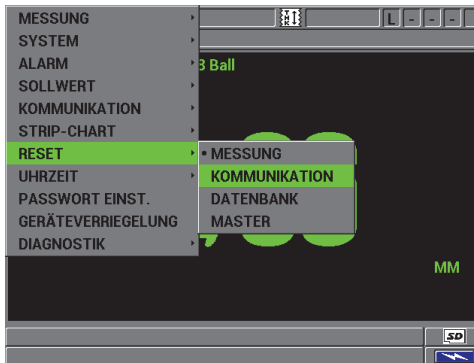

Abbildung 8-8 Menü RESET - KOMMUNIKATION
- Drücken Sie bei angezeigtem Messfenster die Taste [SET UP] und wählen Sie den Menüpunkt **RESET** (siehe Abbildung 8-8 auf Seite 163):